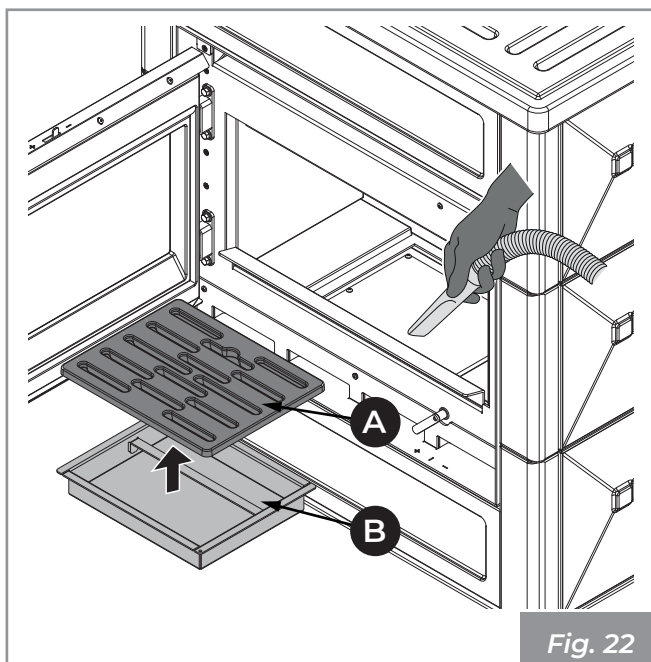

Fig. 22
- 1) Pulire accuratamente la griglia (A) (Fig. 22). Rimuoverla ed effettuare la pulizia del focolare utilizzando una scopetta (non in dotazione) facendo convogliare i residui della combustione nel cassetto cenere.
- 2) Estrarre il cassetto cenere (B) dal basamento ed aspirare l'eventuale cenere depositata nei vani sottostanti (Fig. 22).